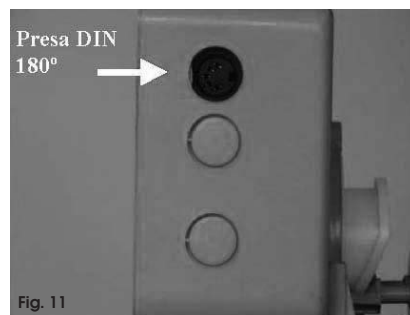

Fig. 11
- Il controller è inibito. Se si sta usando la presa DIN (Fig. 11), verificare che dentro la calotta del connettore non ci siano corto circuiti fra i morsetti.
In fig. 11 è visibile la presa DIN 180° dove è possibile connettere la sonda contalitri.